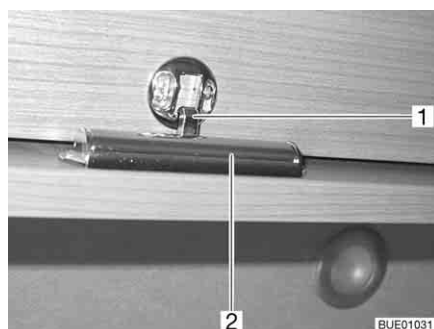

Fig. 69 Sportelli dei mobili con listello di sblocco
- Premere il listello di sblocco (Fig. 69,2) sul lato interno dello sportello del mobile e tenerlo premuto.
- Premere verso il basso lo sportello del mobile, finché il bloccaggio (Fig. 69,1) si innesta sonoramente.